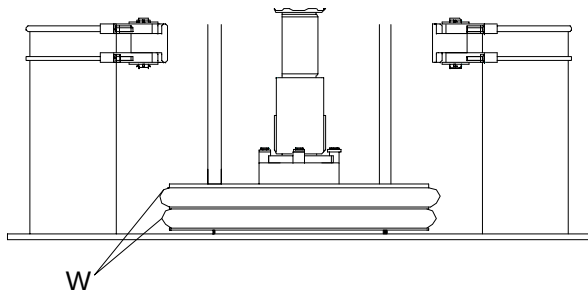

Fig. 10
- a. Positionner les joints racleurs de manière à ce que les extrémités soient à 180° l'une de l'autre (Fig. 10).